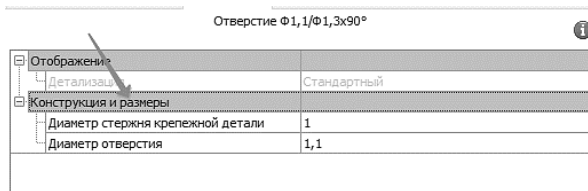

Рис. 71. Конструкция и размеры отверстия
6.13 Выполните двойной щелчок мышью в поле **Конструкция и размеры** (рис. 71).